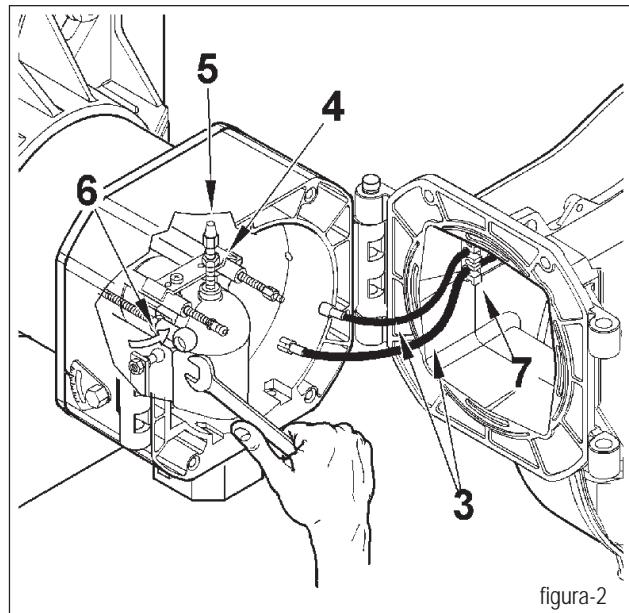

figura-2
**! En el momento del cierre del quemador, tirar delicadamente hacia el cuadro eléctrico, poniéndolos en ligera tensión, los dos cables de encendido y de ionización, seguidamente colocarlos en sus alojamientos correspondientes (7) de la figura 2. Esto evitará que los dos cables sean dañados por el ventilador durante el funcionamiento del quemador.**